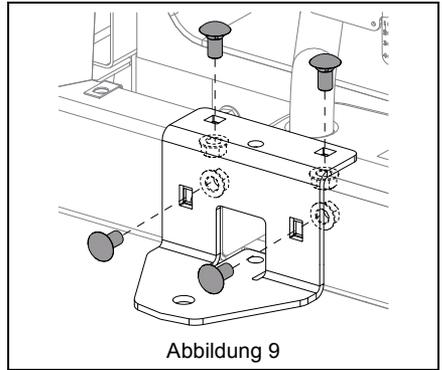

Abbildung 9
Siehe Abbildung 9.
2. Die Anhängerkupplung wie in Abbildung 9 gezeigt über dem Rahmen positionieren.